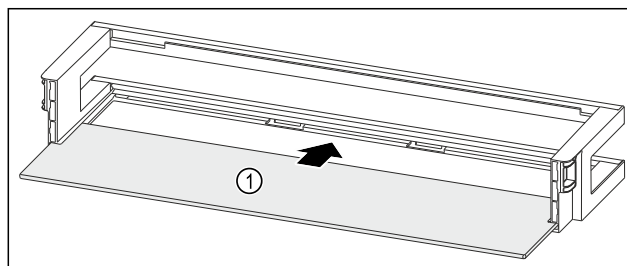

Fig. 95 Рафт на врата с рафт
- Вкарайте рафта Fig. 95 (1) в страничните прорези.